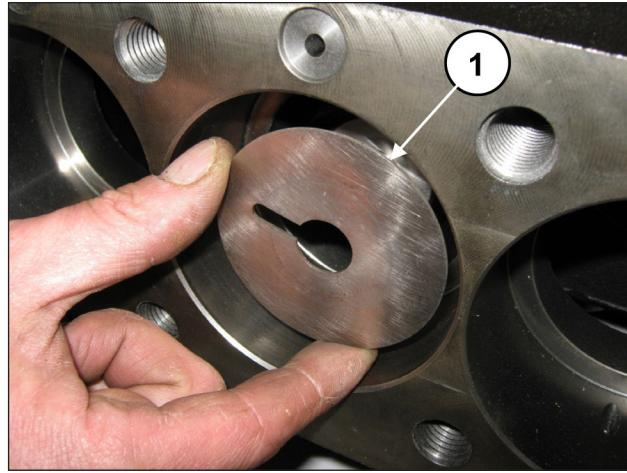

Рис. 173
Снимите брызгоотражательные кольца с направляющих поршней (поз. ①, Рис. 173).